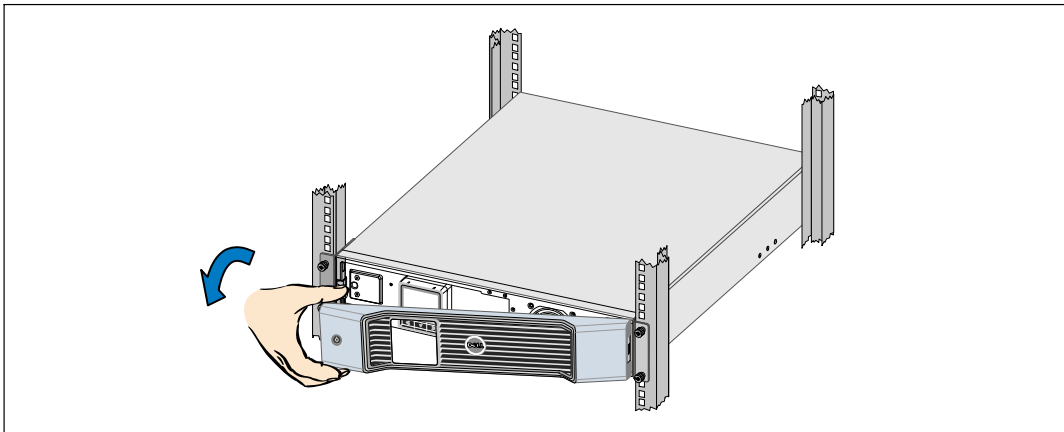

Abbildung 34. Abnehmen der vorderen Abdeckung der USV
- 3 Frontblende der USV entfernen (siehe Abbildung 34).